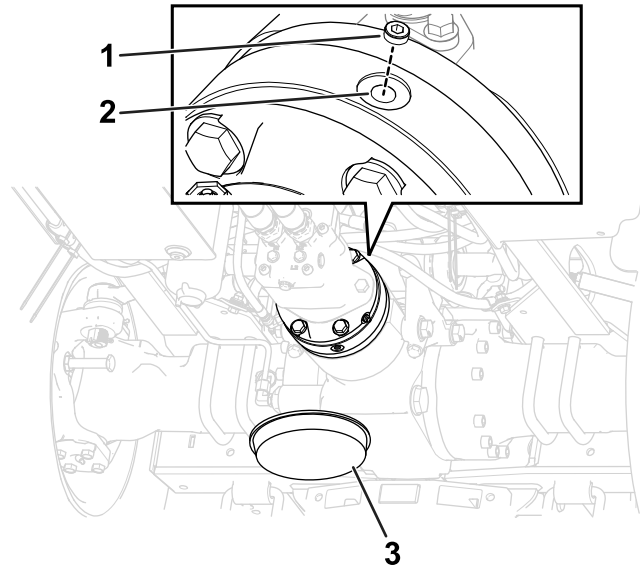

Figure 106
5. Retirez le bouchon de remplissage au sommet du carter de frein (Figure 106).
7. Remettez le bouchon de remplissage dans l'orifice de remplissage (Figure 106).